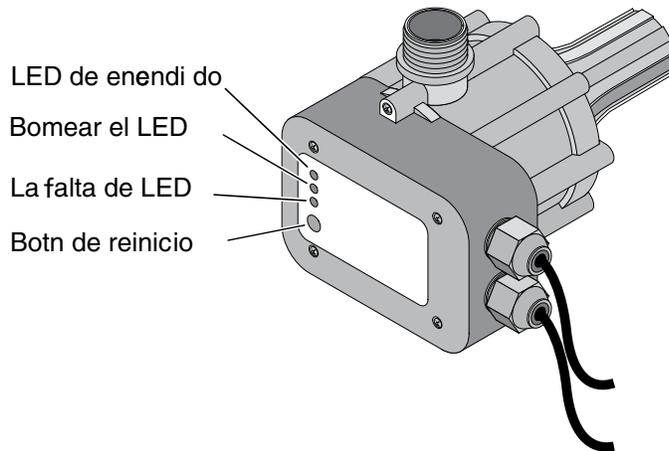

Figura 4 – Panel de Control
- Instale los codos en la línea principal de suministro de agua. Véase la Figura 4 en la página 5.